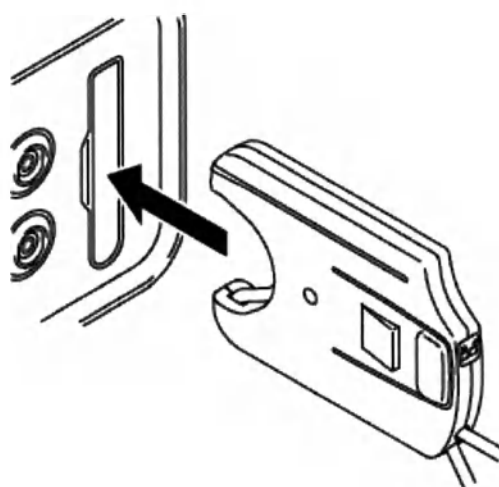

Рисунок 8 – Введение кассеты для ирригации
7. 2. Вставьте кассету для ирригации (*Рисунок 8*).